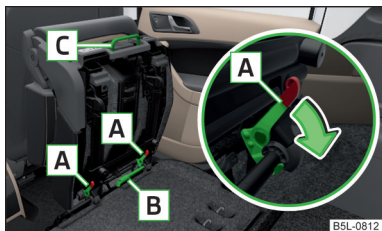

Fig. 71
- > Deblocați scaunul rabatat spre înainte prin apăsarea elementelor de blocare **A** în sensul săgeții » fig. 71.
- > Rabatați scaunul lateral spre înainte » pagina 85 și deblocați-l » fig. 71 la pagina 86.